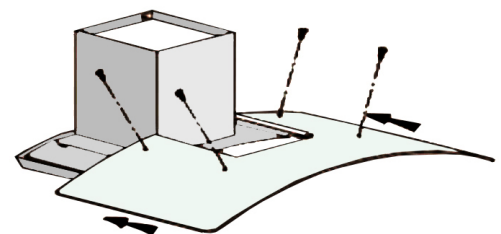

Figure 2
- Placez les pièces de verre sur la hotte et serrez avec les quatre vis désignées (requiert les vis C et D) (voir figure 2).